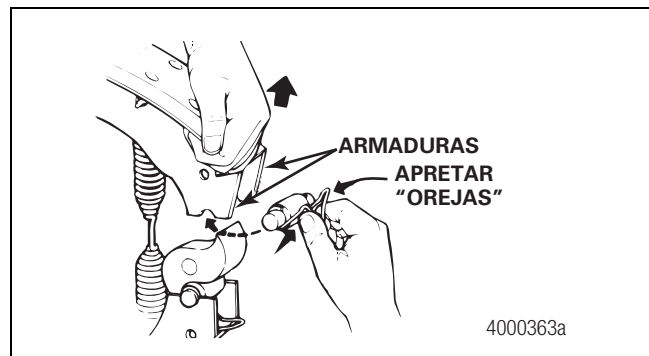

Figura 5.20
4. Jale cada zapata, separándola del árbol de levas para que pueda instalar el rodillo y el retenedor del rodillo de la zapata. Presione las orejas del retenedor para que queden alojadas en el retenedor entre las armaduras de la zapata del freno. Figura 5.20.